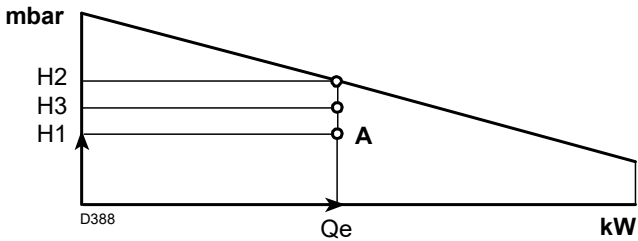

Fig. 3
- 4 Tracciare una verticale dal **punto A** (Fig. 3) e trovare la massima pressione **"H2"** del campo di lavoro.
- Se **"H3"** è maggiore di **"H1"** (Fig. 3), il bruciatore può erogare la portata richiesta.